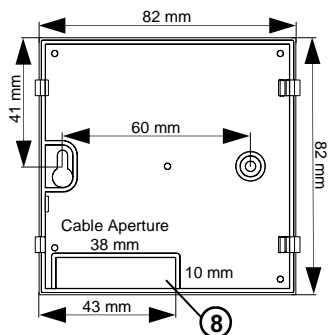

Fig. 4.
3. Fijar la base del termostato en la pared mediante con 2 tornillos a una distancia entre ellos de 60 mm (Fig. 4).